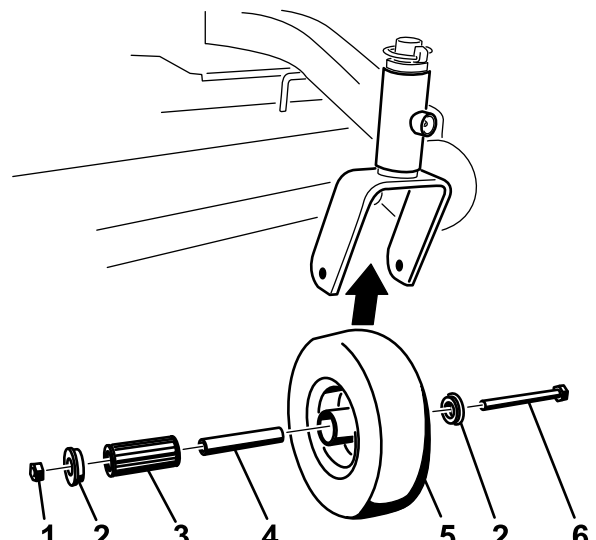

Figura 41
1. Retire la contratuera y el perno que sujetan la rueda giratoria a la horquilla (Figura 41).
2. Retire un solo casquillo y tire del casquillo intermedio y del cojinete de rodillos para sacarlos del cubo de la rueda (Figura 41).
3. Retire el otro casquillo del cubo de la rueda y limpie la grasa y la suciedad del cubo de la rueda (Figura 41).
4. Inspeccione el cojinete de rodillos, los casquillos, el casquillo intermedio y el interior del cubo de la rueda para comprobar que no están desgastados. Cambie las piezas defectuosas o desgastadas (Figura 41).
5. Para montar el conjunto, coloque un casquillo en el cubo de la rueda. Engrase el cojinete de rodillos y el casquillo intermedio y deslícelos en el cubo de la rueda. Coloque el segundo casquillo en el cubo de la rueda (Figura 41).
6. Instale la rueda giratoria en la horquilla y fíjela con el perno y la contratuera. Apriete la contratuera hasta que el casquillo intermedio se apoye contra el interior de las horquillas de las ruedas giratorias (Figura 41).